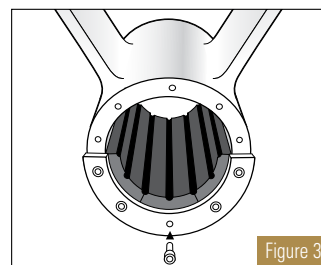

Figure 3
4. Installez la moitié inférieure de la tête de compression et serrez légèrement les boulons. (Figure 3)